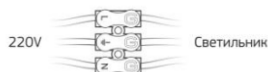

Рисунок 7 - Подсоединение проводов питания к самозажимной клемме.
5.4. Подсоедините провода питания к соединительной самозажимной клемме светильника Geniled (Рисунок 7).